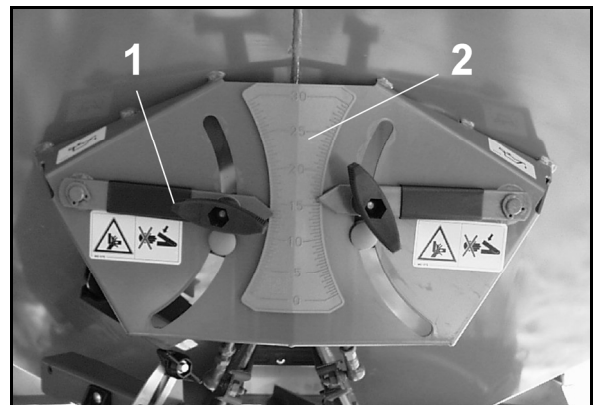

图 81
7. 在边界播撒时，在机器左侧的操纵杆 (图 81/1) 的滑门位置应摆回刻度盘 (图 81/2) 上的两个刻度。